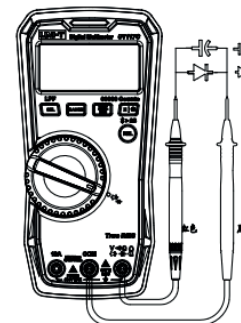

Рисунок 7
6. Измерение диодов (рисунок 7)